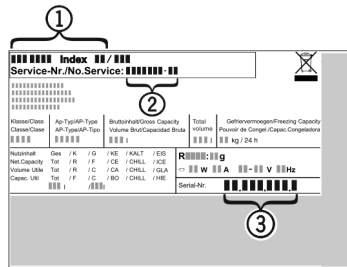

Fig. 11
▶ Прочетете от идентификационната табелка описанието на уреда Fig. 11 (1), сервизния № Fig. 11 (2) и серийния № Fig. 11 (3). Идентификационната табелка се намира на лявата вътрешна стена на уреда.
- ▶ Обадете се на сервизната служба и посочете неизправността, описанието на уреда Fig. 11 (1), сервизния № Fig. 11 (2) и серийния № Fig. 11 (3).